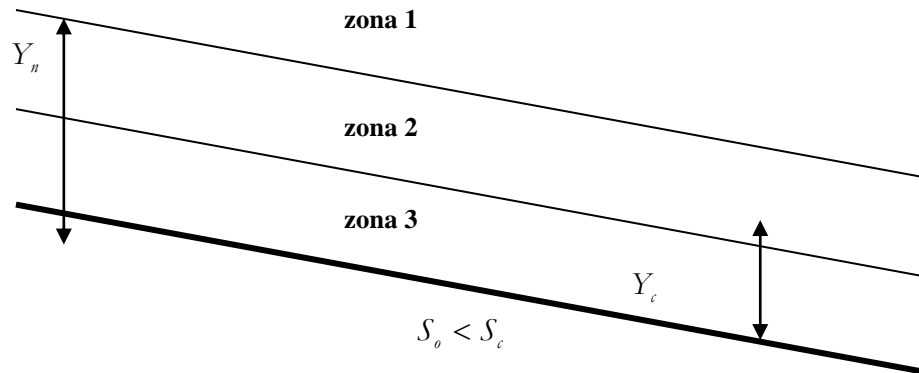

Figura 7.2 Zonas de alojamiento de perfiles.
**En la figura 7.2 se muestran los tirantes normal y crítico que le corresponden a una pendiente mild, que nos permite identificar las tres zonas en las cuales se pueden alojar los diferentes perfiles.**